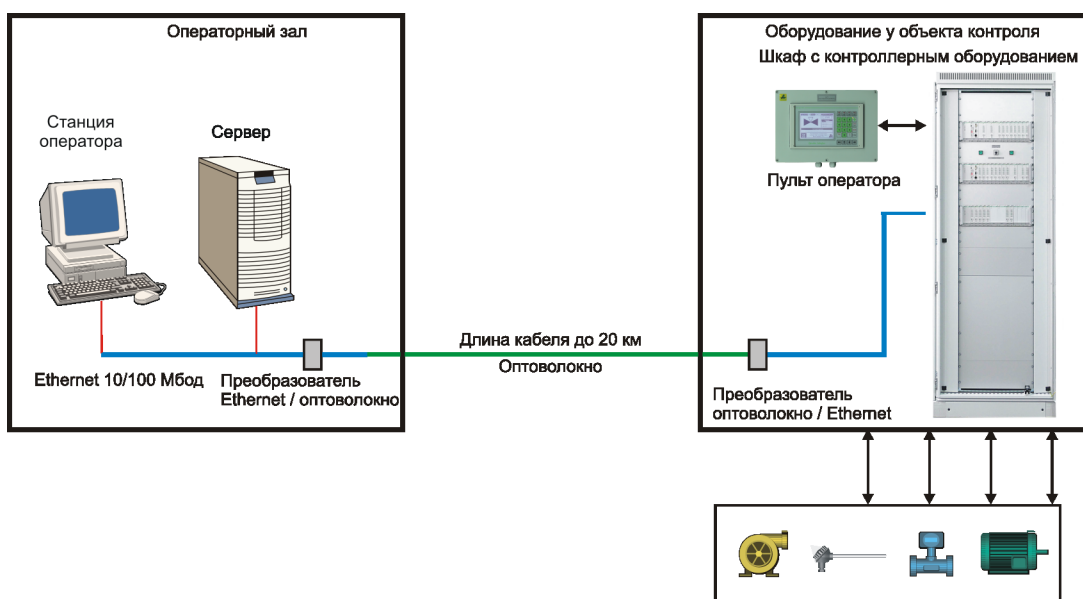

Рисунок 2 - Размещение всего контроллерного оборудования непосредственно с объектом контроля или управления
1) Размещение всего контроллерного оборудования непосредственно с объектом контроля или управления. В этом случае накладываются ограничения на расстояние удаления, связанное с максимальной дальностью удаления абонента сети Ethernet-100М, ограниченное 100 метрами. Это ограничение можно преодолеть, переведя физическую линию связи на оптический кабель (см. рисунок 2).